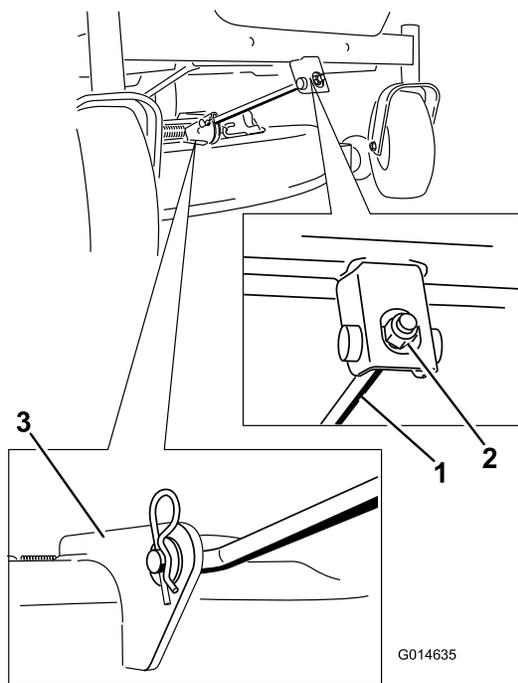

Bild 54
5. Entfernen Sie den Splint von der vorderen Stützstange und entfernen Sie die Stange von der Mähwerkhalterung (Bild 54).
- Befestigen Sie die vordere Stützstange mit den Lastösenbolzen und Splints am Mähwerk (Bild 54).